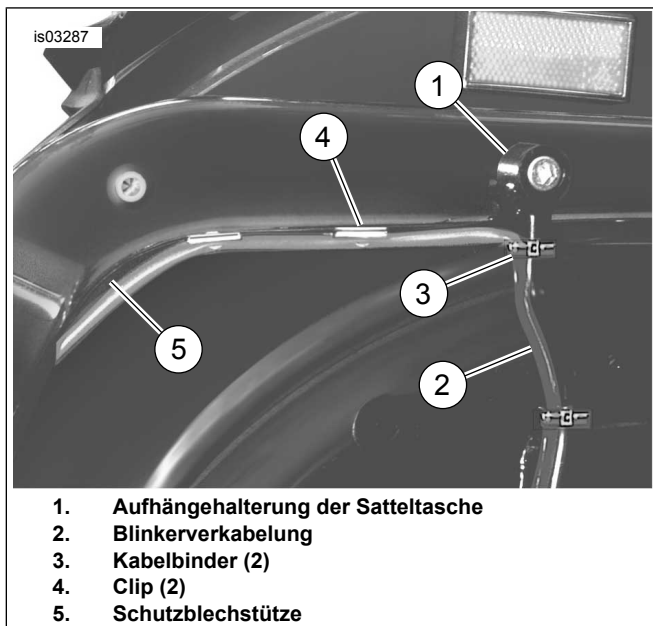

Abbildung 13. Verkabelung verlegen, und Kabelbinder und Clips einbauen
2. Die Buchsenhälfte des Blinker-Steckverbinders mit der Stifthälfte des Kabelbaums (2) verbinden.
5. Siehe Abbildung 13. Die Kabel an der Innenseite der Aufhängehalterung der Satteltasche (1) weiter nach oben führen und die Blinkerverkabelung (2) mit den Kabelbindern (3) an der Aufhängehalterung befestigen. Überstehende Kunststoffenden von den Kabelbindern abschneiden.
6. Die Klebstoff-Schutzfolie von den beiden Clips (4) abziehen und diese an der Unterseite der Schutzblechstütze (5) befestigen. Die Kabel in die einzelnen Clips einziehen, damit die Verkabelung gesichert wird.